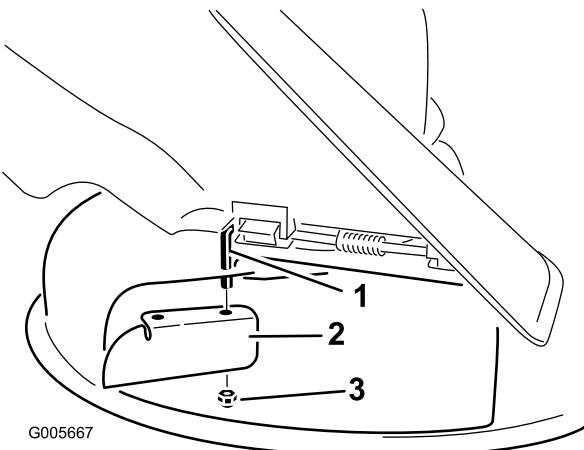

Figura 29
6. Instale el tabique en la varilla de pivotе (Figura 29). Utilice la tuerca fina (3/8 pulgada) para fijar el deflector al cortacésped.